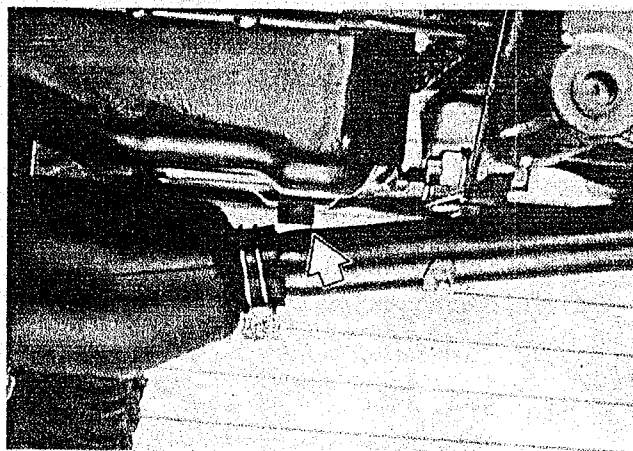

Fig. 51 – Bujon de drenagem do óleo do motor
- 1 – Com o motor desligado, mas a uma temperatura normal de trabalho, drene e remova o óleo do motor retirando o tampão de drenagem, fig. 51. Volte a colocá-la depois do óleo ter sido todo removido.